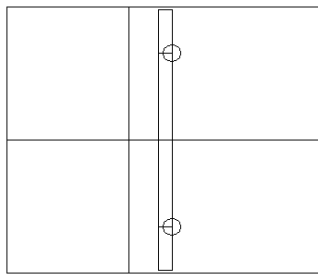

图 16-25
(6) 作圆。单击  按钮或者在命令行直接输入 `circle`。作两个圆, 半径为 10, 结果如图 16-25 所示。